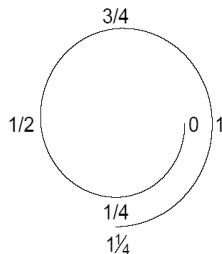

Fig. 1
4. Apriete la tuerca 11/4 vuelta (Fig.1) con la llave, manteniendo firmemente el cuerpo del ràcor.
4. *Tighten the nut 1 1/4 turns (Fig. 1) with wrench while holding steady the body of the fitting.*